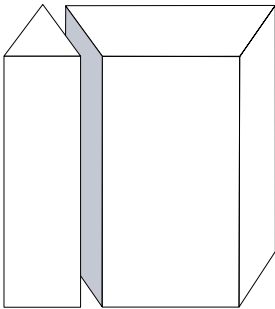

Abb. 5
- Zuerst führen Sie einen Gehrungsschnitt mit der entsprechenden Dachneigung aus (siehe Gehrungsschnitte Abb. 5 - 7).